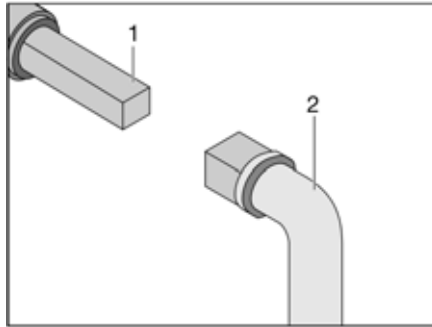

Bild 353 Handhavande avloppsventil
- Sätt nyckeln (Bild 353,2) mot fyrkanten (Bild 353,1).